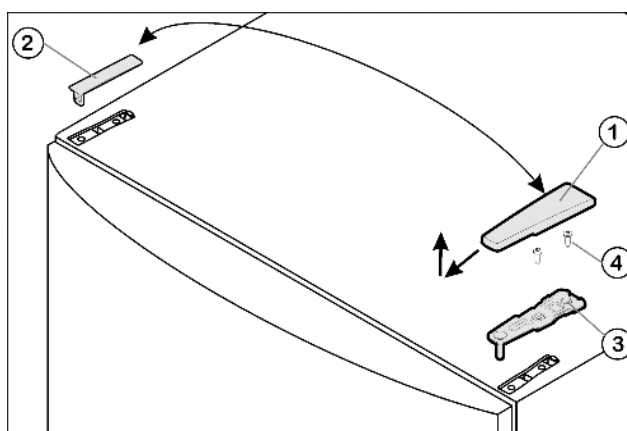

Fig. 4
- Потяните крышку Fig. 4 (1) вперед и вверх.
- Снимите крышку Fig. 4 (2).
- ▶ Открутите верхний опорный кронштейн *Fig. 4 (3)* (2 шт. Torx® 25) *Fig. 4 (4)* и вытяните вверх.
- ▶ Установите верхний опорный кронштейн Fig. 4 (3) на новой стороне шарнира и защелкните в дверце.
- ▶ Привинтите верхний опорный кронштейн (**с моментом 4 Нм**) (2 шт. Torx® 25) Fig. 4 (4). При необходимости проделайте отверстия или используйте аккумуляторную отвертку.
- ▶ Наденьте и защелкните крышку Fig. 4 (1) и крышку Fig. 4 (2) на противоположной стороне снаружи.